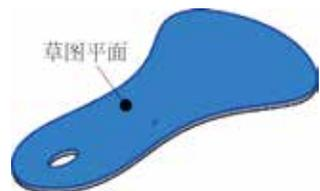
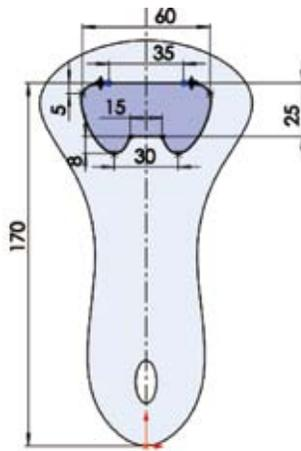

图 5.234 草图平面
图 5.235 截面草图
选择  功能选项卡中的  切除 - 拉伸 命令，在系统提示下选取如图 5.234 所示的模型表面作为草图平面，绘制如图 5.235 所示的截面草图。在“切除 - 拉伸”对话框  方向(D) 区域的下拉列表中选择  给定深度，选中 与厚度相等(A) 与 正交切除(N) 复选框。单击  按钮，完成切除 - 拉伸 2 的创建。